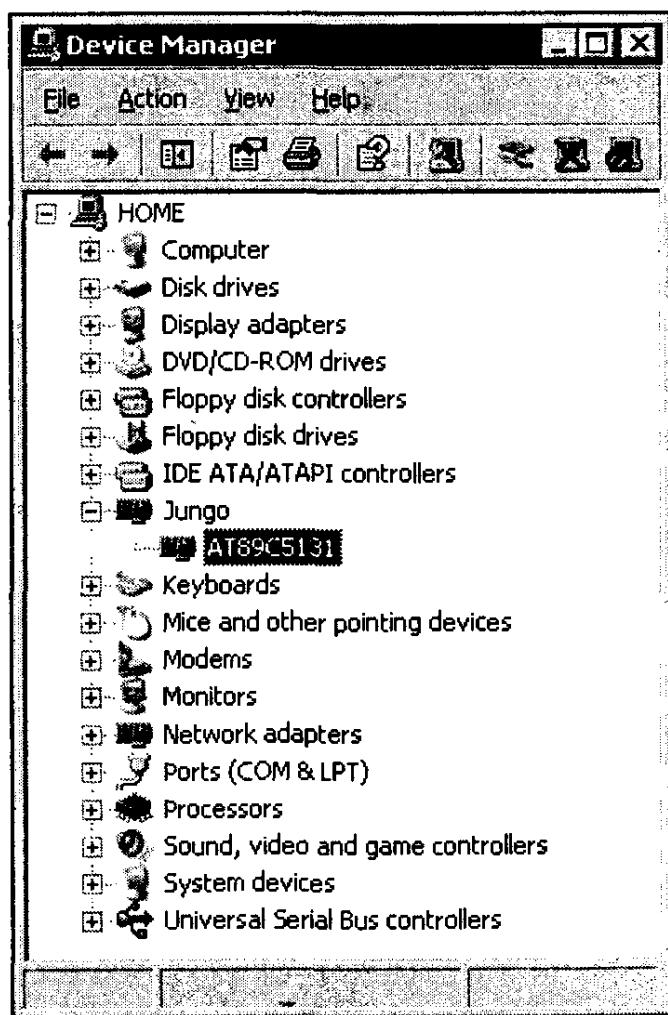
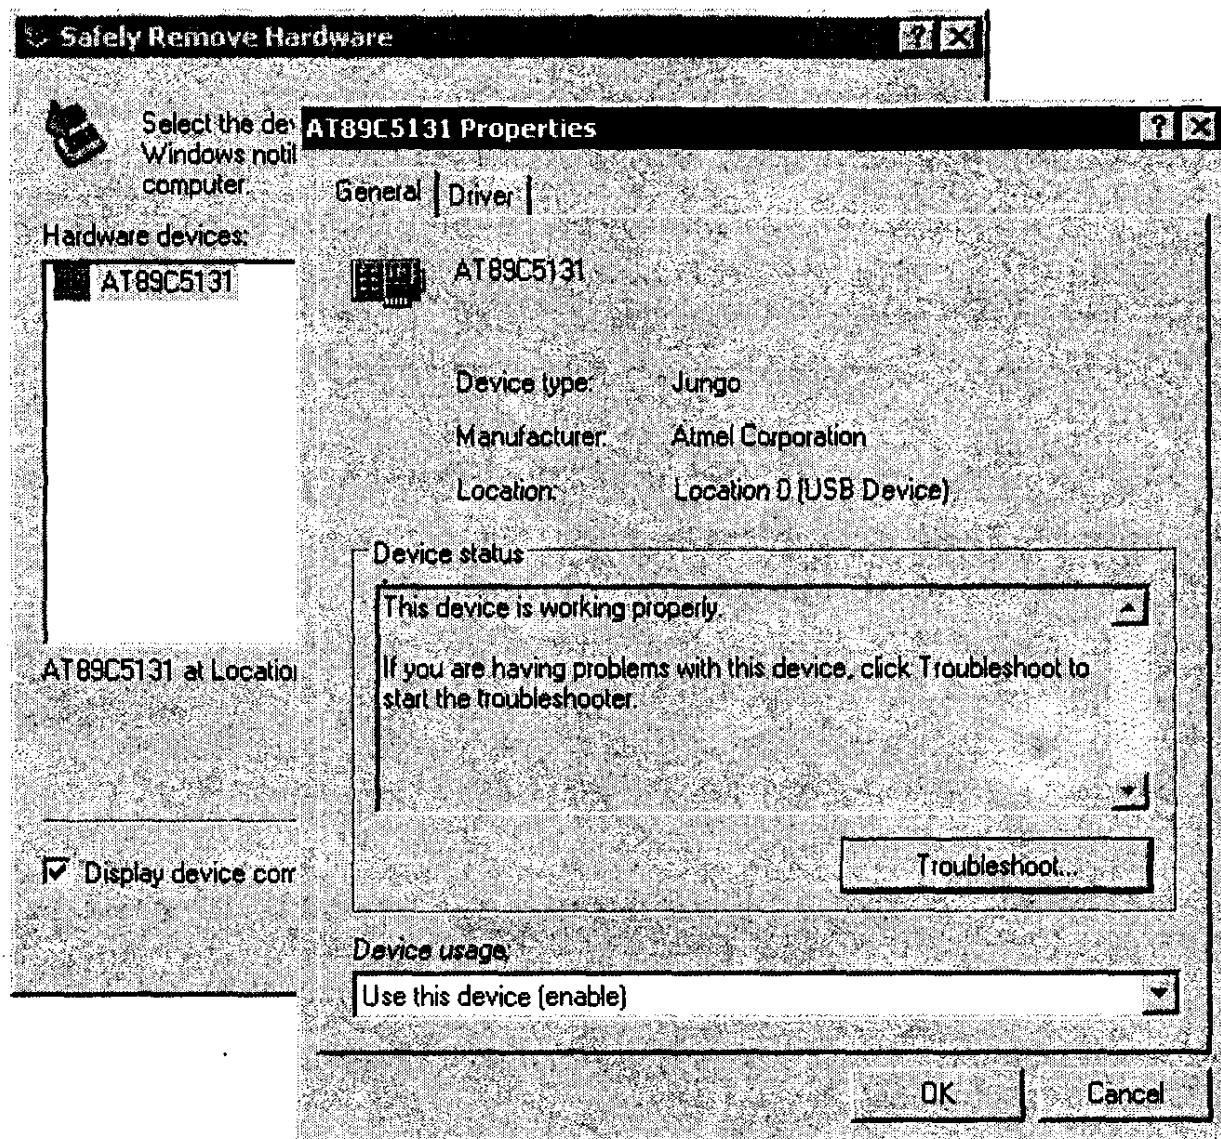
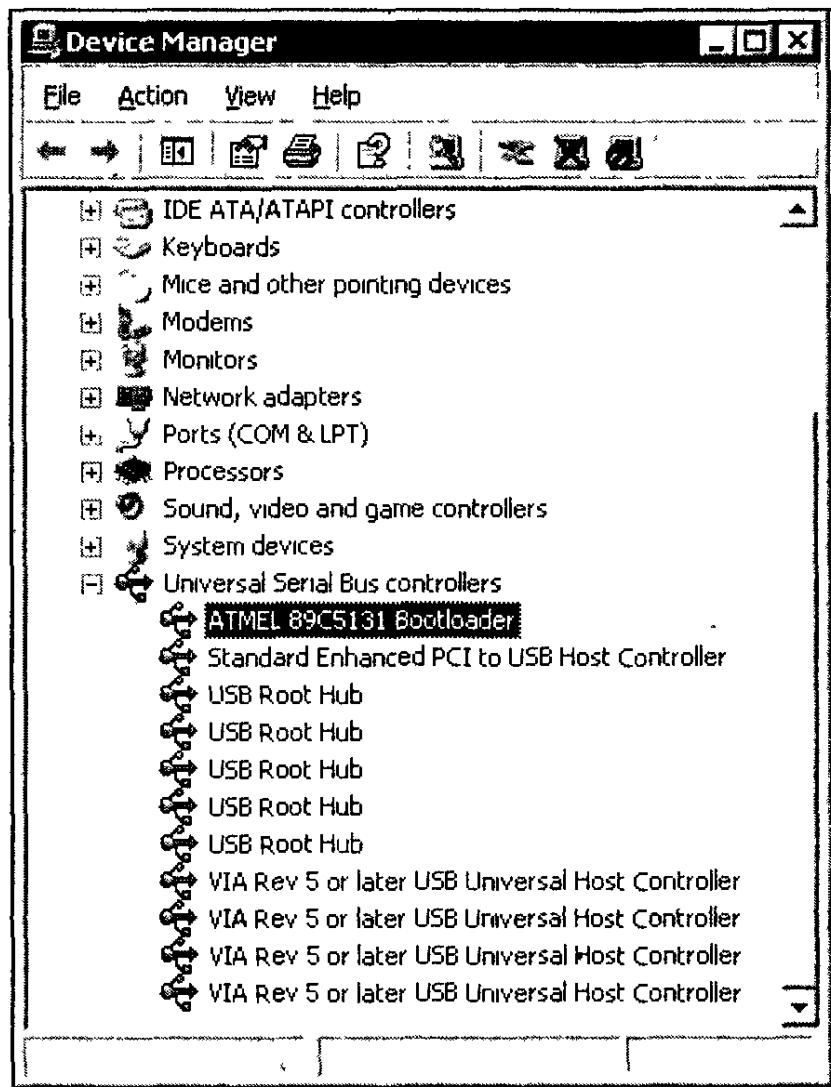

Рис. 13.8. Новое устройство — загрузчик AT89C5131
Рис. 13.9. Драйвер Jungo для USB
Рис. 13.12. Драйвер USB
После инсталляции программы обязательно требуется выбрать в меню пункт **Start→Programs→FLIP x.y.z→Install USB Driver**. Эта команда копирует в системный каталог необходимые файлы драйверов и INF-файлы. После подключения устройства (и запуска стартового загрузчика, см. далее) оно должно появиться в списке устройств в ветке Jungo (рис. 13.8). Наличие драйверов Jungo (см. разд. 9.5) связано с тем, что USB-драйверы для Atmel предоставлены разработчиками WinDriver (рис. 13.9).
К минусам можно отнести, пожалуй, только отсутствие документации и USB-драйвер, при установке которого выдается сообщение о возможной несовместимости с Windows XP. Впрочем, никаких проблем при работе в Windows XP обнаружено не было (рис. 13.12).
- при установке драйверов FLIP новое устройство будет иметь имя "Jungo AT89C5131" (см. рис. 13.8), а при установке драйверов ER-Tronik — имя "ATMEL 89C5131 Bootloader" (см. рис. 13.12).